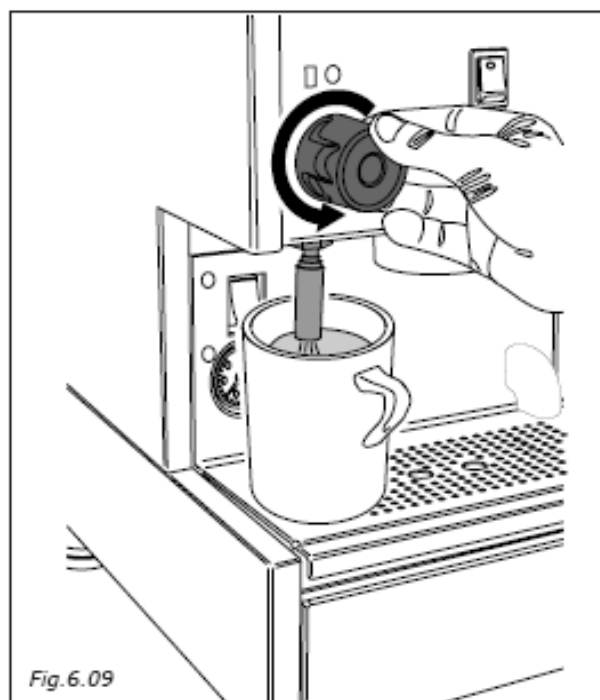

Fig. 6.09
- Den Hahn langsam gegen den Uhrzeigersinn drehen (Abb. 6.09) und das heiße Wasser wird ausgegeben.
- Ist die gewünschte Menge erreicht, den Hahn (Abb. 6.09) im Uhrzeigersinn wieder in Ausgangsstellung drehen.